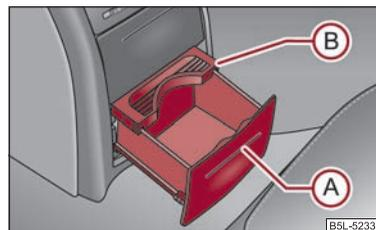

Fig. 82 Consolle centrale posteriore: portalattine
- Premere la mascherina nella zona (A) ⇒ fig. 82 per far fuoriuscire il portalattine.
- Regolare il portalattine spostando la piastra di sicurezza (B).